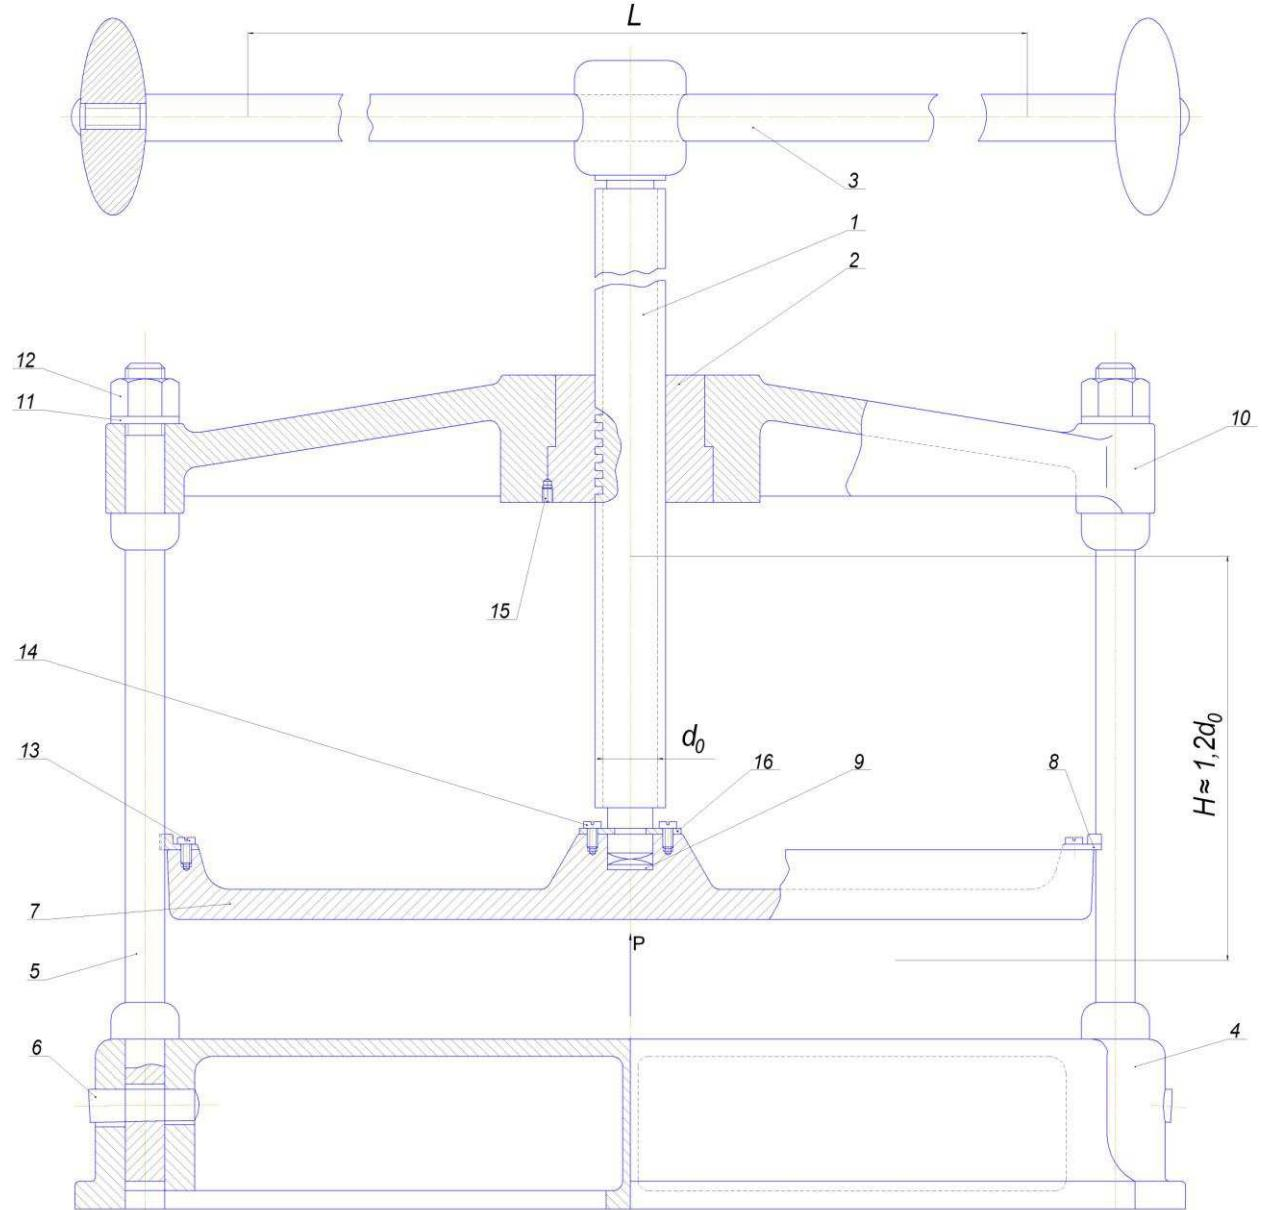

Рисунок 5. Винтовой пресс: 1 – винт; 2 – гайка; 3 – рукоятка; 4 – нижняя плита;
Структурная схема представлена на рис. 5.
- Определить размеры клинового соединения нижней плиты 4 и колонки 5 (см. рис. 5.).